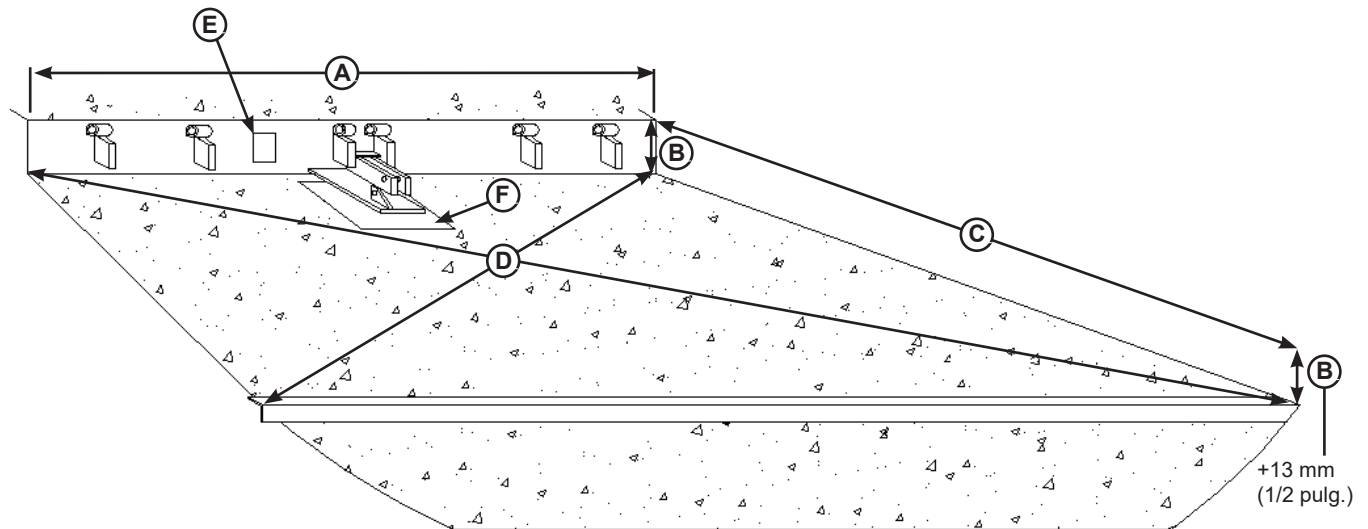

Figura 5
2. Revise toda la fosa del nivelador de andén para revisar que la construcción sea correcta de acuerdo con los planos certificados o aprobados de la fosa. Asegúrese de que la fosa sea cuadrada y tenga la profundidad y reducción adecuadas con las siguientes mediciones (consulte la Figura 5):